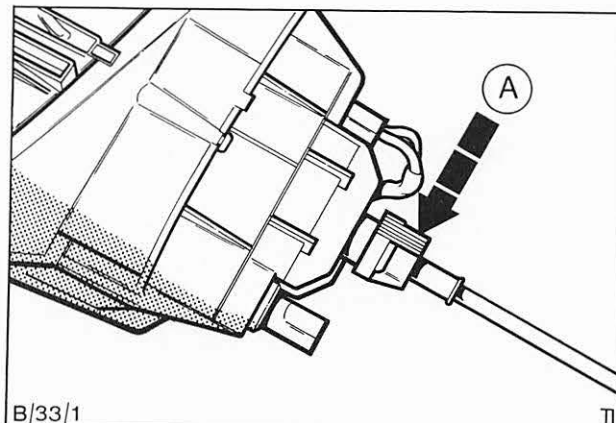

Abb. 24 Antriebswelle — Geschwindigkeitsmesser abschließen
1. Kombiinstrument und Blende ausbauen (Pos. 33 214, Vorgänge 1–8), Abb. 24.